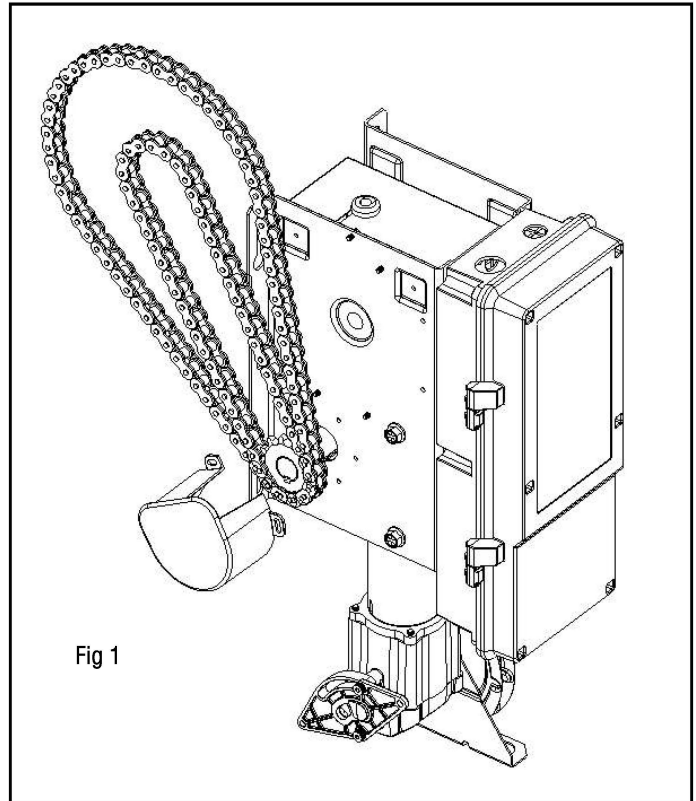

Fig 1
3. Position the Chain Guard over the operator sprocket and chain. Align the chain evenly with the openings in the Chain Guard. (See Fig 1.)
3. Positionnez le protège-chaîne sur le pignon de l'opérateur et la chaîne. Alignez la chaîne uniformément avec les ouvertures du protège-chaîne. (Voir Fig. 1.)